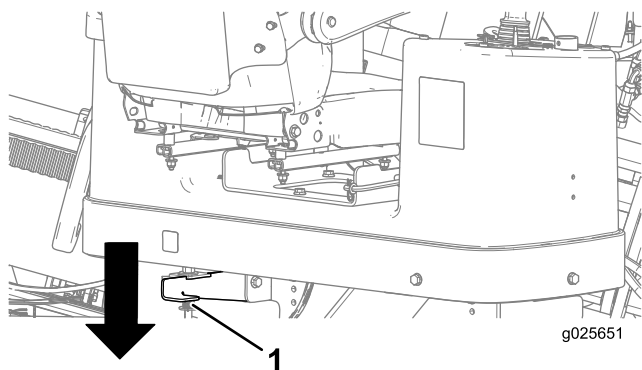

**Рисунок 78**
4. Опустите штангу для защиты пешеходов и закрепите ее на месте (**Рисунок 78**).